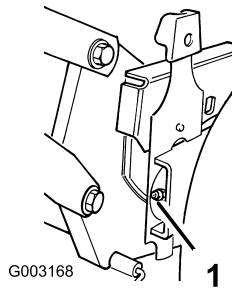

Figura 24
2. Limpie con un trapo limpio los puntos de engrase (Figura 24).